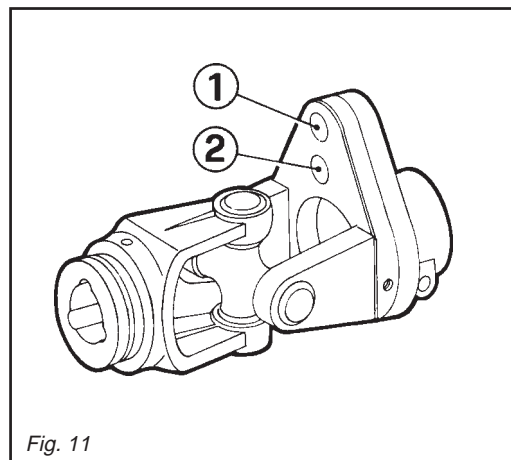

Fig. 11
Se tale bullone è inserito nel foro (2 Fig. 11) e si trancia ripetutamente, è consigliabile montarlo nel foro (1 Fig. 11).
*If the bolt, inserted in hole (2 Fig. 11), shears repeatedly, then we recommend inserting it in the hole (1 Fig. 11).*
Der Begrenzer, ins Kardangelen eingebaut, verfügt über eine Sicherheitsmutter, die auf eine mittlere Belastung eingestellt ist. Wenn sich bei besonders widerstandskräftigen Hindernissen diese Mutterschraube durchtrennt, muß sie durch eine neue gleicher Maße und gleichen Materials ersetzt werden. Wenn diese Mutterschraube in Öffnung (2 Fig. 11) eingefügt ist und sich wiederholt durchtrennt, raten wir sie in Öffnung (1 Fig. 11) zu montieren.
*Le limiteur engagé dans le joint de cardan, est équipé d'un boulon de sécurité pour un effort moyen. Si en présence d'obstacles particulièrement résistants ce boulon se casse, le remplacer par un boulon neuf aux mêmes dimensions et matériau. Si ce boulon est introduit dans le trou (2 Fig. 11) et se casse maintes fois, on conseille de le monter dans le trou (1 Fig. 11).*
Si, debido a obstáculos sobremano resistentes, se tronchara el perno, hace falta que se sustituya con otro nuevo que tenga dimensiones y materiales iguales. Si el perno está introducido en el agujero (2 Fig. 11) y se tronchara muchas veces, se aconseja montarlo en el agujero (1 Fig. 11).